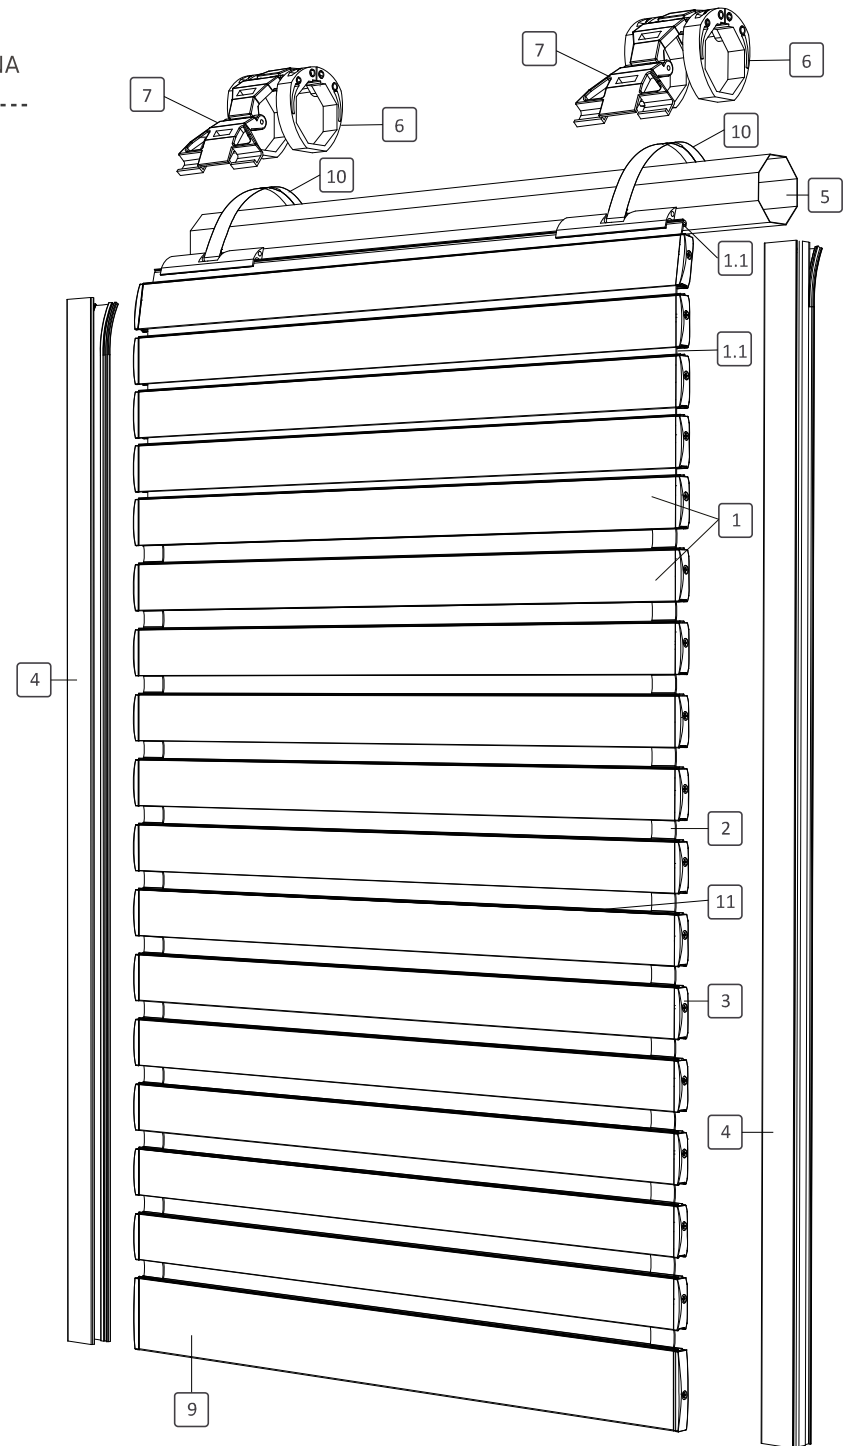

Fig. 2
1. Verificare che la dimensione (**Lc**) dell'apertura del cassonetto sia superiore alla larghezza (**Lt**) del telo tapparella (**vedi fig. 2 e 3**). Verificare che le dimensioni interne del cassonetto consentano l'avvolgimento completo del telo come da ingombri indicati in **Tabella 1 (vedi fig. 5)**.